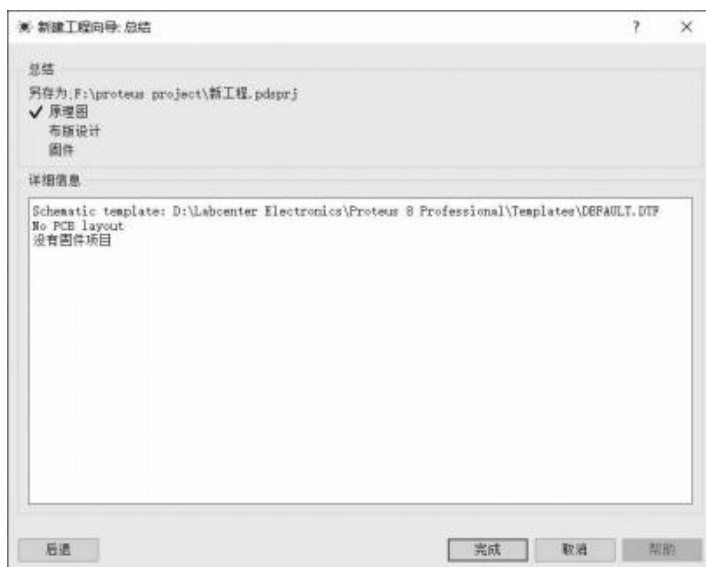

图 1-3-7 新建工程总结
(6)单击“下一步”按钮,可以看到建立工程的全部信息,如图 1-3-7 所示。